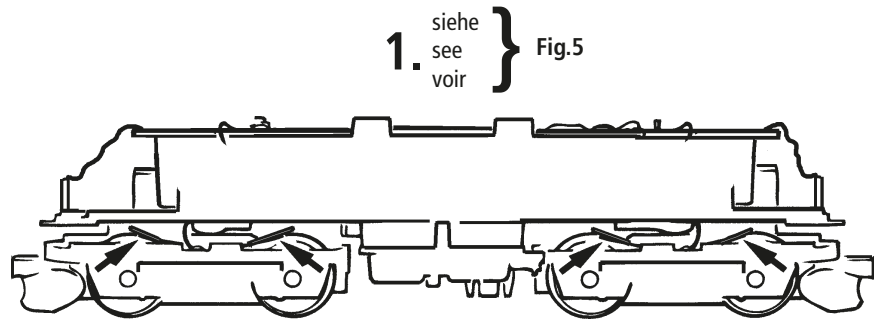

Fig. 8
2. Schmierung: Versehen Sie die im Schmierplan in Fig. 8 gekennzeichneten Stellen mit nur **kleinen Öltropfen**. Dazu zuerst das Lokgehäuse abnehmen (Fig. 5). Wir empfehlen den **ROCO Öler Art.-Nr. 10906**. Fürs Schmieren der Getriebeteile (Zahnräder, Schnecke) empfehlen wir das **ROCO-Spezialfett Art.-Nr. 10905**. Im Falle der Schmierung diese Teile **nicht ölen**.
2. Lubrication: Apply **tiny oil drops** to spots marked in fig. 8. Prior to lubrication dismantle locomotive (fig. 5). We recommend using item no. **10906, Roco oiler**. For lubrication the gearparts (e.g. cogwheels, worm) we would recommend our Roco **special grease** (item no. **10905**).
Enlevez la fiche de shuntage de l'interface (à conserver!) et enfichez finalement la fiche du module de télécommande aux prises de l'interface. Veuillez à la position correcte de la fiche (voir fig. 8).